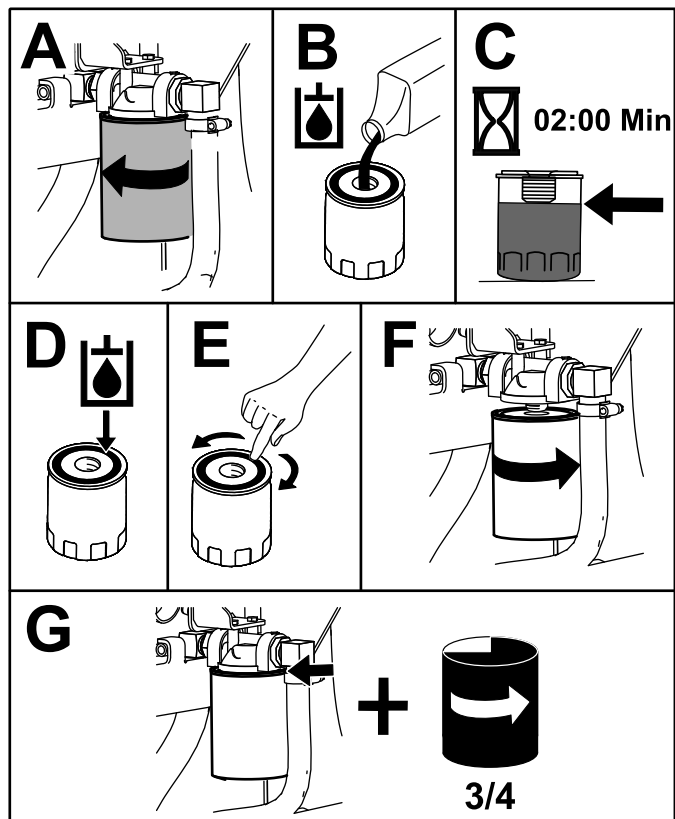

図 66
4. フィルタの下に廃油受けを置いてフィルタを交換する 図 66。